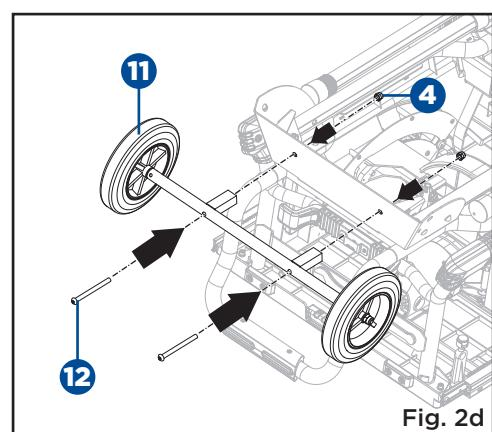

Fig. 2d
- Fixez la roue (11) sur le support (2) au moyen de deux vis à tête ronde M8 x 100 (12) et de deux écrous de blocage M8 (4). (Fig. 2d)